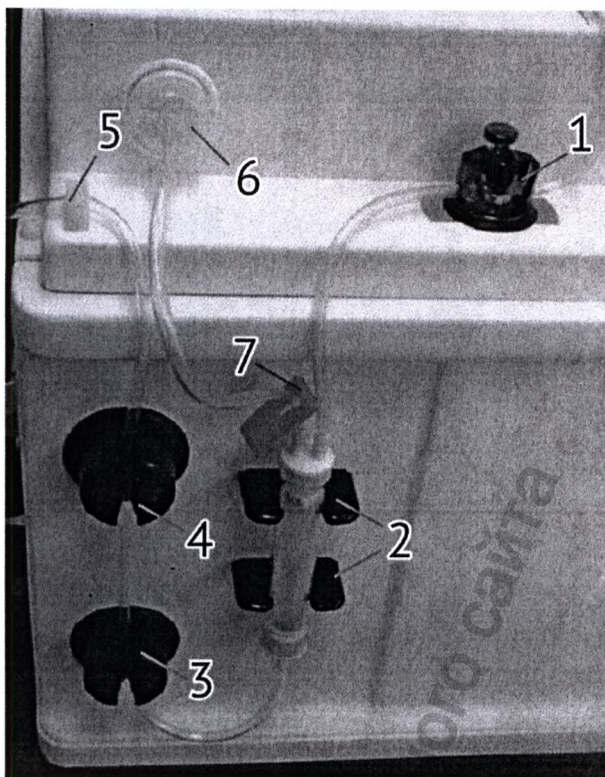

Рисунок8 - Донорская линия
- Установить фильтр гидрофобный (п.30 или 6,рис.8) в держатель фильтра ДДД/ДДС. Для этого нажать на кольцо ДДД/ДДС и повернуть его на четверть оборота по часовой стрелке, для фиксации фильтра;
-проверить зажим(п.24 или 7,рис.8) должен быть открытым.